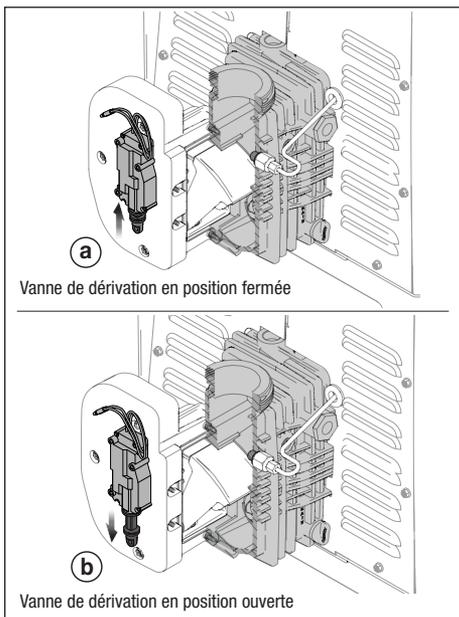

Figure 17. Positions de la vanne de dérivation et de l'actionneur
9. Maintenir l'allumeur en position OFF (fermée). L'actionneur sera en position de course descendante (étendue), se reporter à la Figure 17 (a).
11. Allumer le réchauffeur (Position ON) et observer que peu avant que le réchauffeur ne s'allume, l'actionneur se met en position de course ascendante (aspiré). Se reporter à la Figure 17 (b).
12. Éteindre le réchauffeur (Position OFF). Après un délai d'environ une minute, l'actionneur revient en position descendante (OFF). Se reporter à la Figure 17 (a).
13. Après avoir effectué toutes les étapes de test de l'accessoire de dérivation et confirmé son bon fonctionnement, remplacez le couvercle du boîtier de dérivation à l'aide des trois (3) vis.